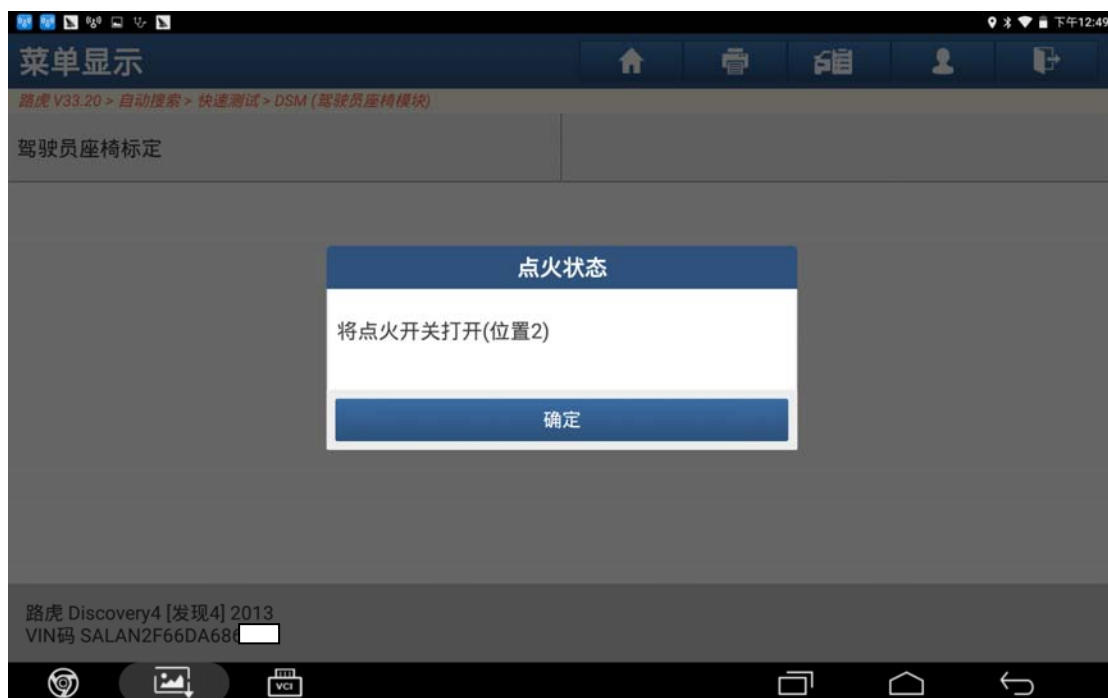

图 24
24). 将点火开关打开（位置 2）点击“确定”，如图 24；